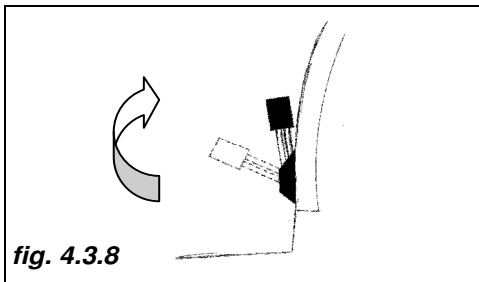

fig. 4.3.8
- appuyer sur le bouton de débrayage ou placer le levier situé entre les sièges (*fig. 4.3.8*) sur la position "DÉBRAYAGE";